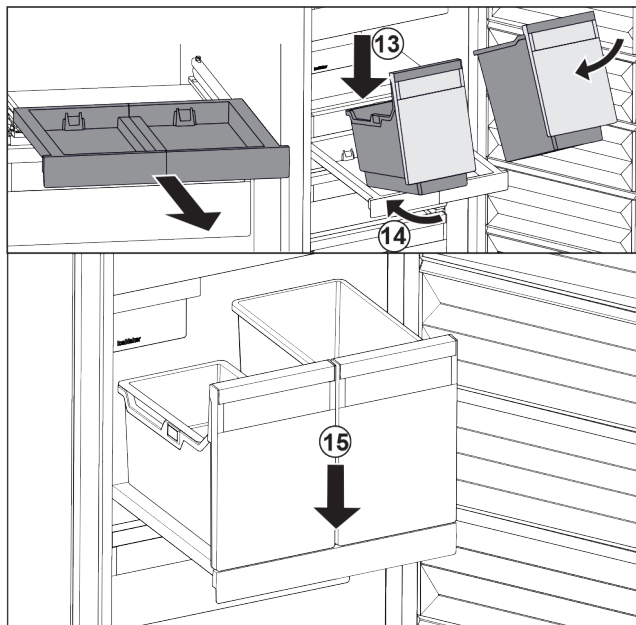

Fig. 100
- Założyć pojemnik pod skosem na wysuwającą półkę. Fig. 100 (13)
- Wsunąć pojemnik pod skosem do tyłu. Fig. 100 (14)
- Osadzić pojemnik z przodu. Fig. 100 (15)